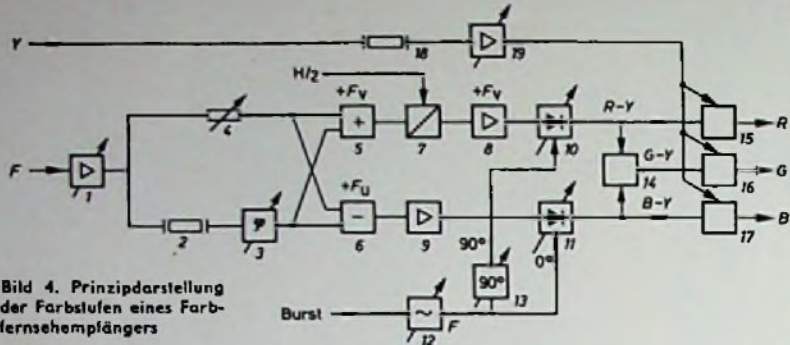

Bild 4. Prinzipdarstellung der Farbstufen eines Fernsehempfängers
grau. Der zweite Balken weist eine $-U$ -Farbkomponente auf. Der erste Balken enthält die addierten Farbsignale des zweiten und dritten Balkens $V-U$. Da das $+V$ -Signal ebenso wie beim dritten Balken im Empfänger (Bild 4; die nachstehend jeweils in Klammern angegebenen Zahlen beziehen sich auf die entsprechend bezeichneten Baugruppen und Einstellelemente in diesem Bild) in der Additionsstufe (5) aufgehoben wird, wirkt sich also nur das $-U$ -Signal auf dem Schirm aus; der erste und der zweite Balken sehen beide gelblich-grün aus. Wichtig ist bei dieser Prüfung, daß durch Justierung von Phase (3) und Amplitude (4) in den Balken keine VB (= Venetian Blinds oder PAL-Streifen oder Jalousie-Effekt) mehr zu beobachten sind. Amplitudenfehler (4) sind nur nach VB-Minimum im dritten, und Phasenfehler (3) sind entsprechend dem zweiten Balken zu korrigieren. Verfärbung des dritten Balkens zeigt falsche Phase des Farbträgerzusatzes im (B-Y)-Synchrongleichrichter (11) an.